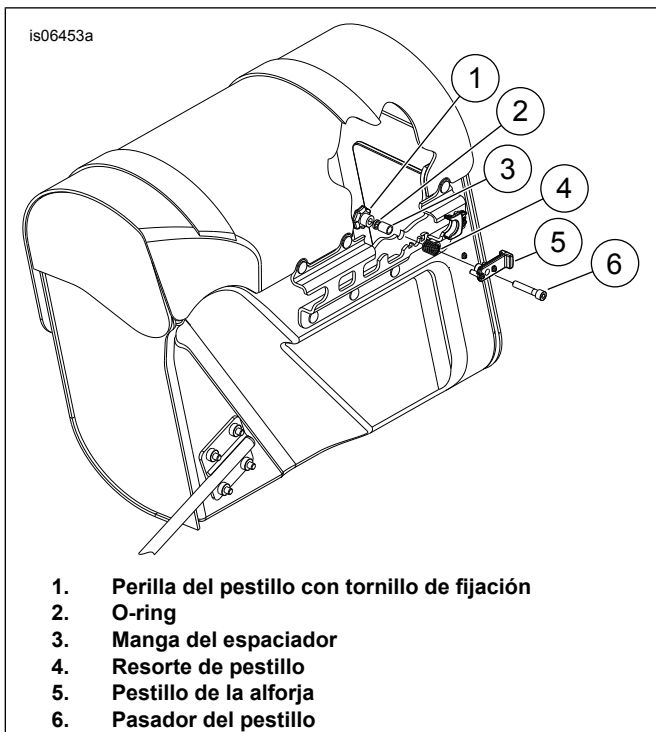

Figura 5. Conjunto del pestillo de la alforja
1. Vea Figura 5. Desbloquee y abra la presilla de la tapa de la alforja y abra la alforja.
2. Tire de la perilla (1) ubicada en la esquina trasera superior adentro de la alforja. Gire la perilla del pestillo hacia la parte delantera de la alforja (hacia la izquierda en la alforja del lado izquierdo, hacia la derecha en la alforja del lado derecho).